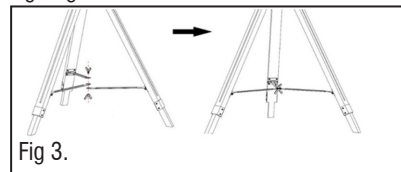

Fig 3.
3.2.1.3. Maak die pote oop om die drie metaalkoppelpype met die vlerkmoer te verbind. In Fig. 3 getoon.